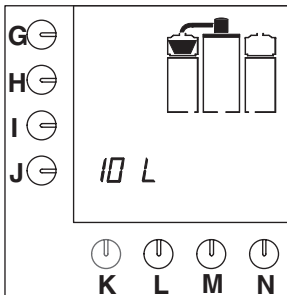

Abb. 7 Nachtropfzeit
- Sobald der Kaffeebehälter gefüllt ist, blinkt die Filterpfanne im Display, für die Nachtropfzeit (Abb.7).